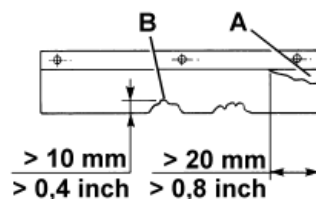

Рис. 12
1. Открутите ручки (23 и 21) и снимите правую (22) и левую (20) дверцу.
2. Проверьте целостность боковых юбок (13 и 14). Замените юбки, если в них есть порезы (А, Рис. 12) более 20 мм или трещины (В) более 10 мм (порядок замены юбки см. в руководстве по обслуживанию).
2. Проверьте целостность передней (15) и задней (16) юбок. Замените юбки, если в них есть порезы (А, Рис. 12) более 20 мм или трещины (В) более 10 мм (порядок замены юбки см. в руководстве по обслуживанию).